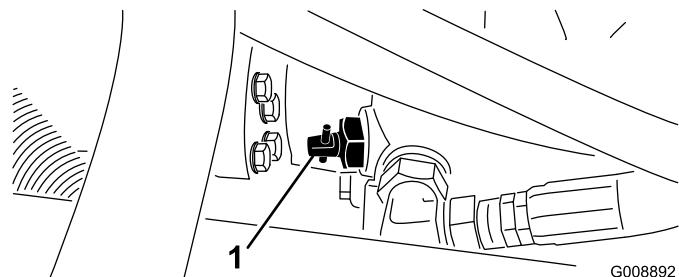

図 27
1. 油圧ポンプについているバイパスバルブ（図 27）を90° 回転させる。